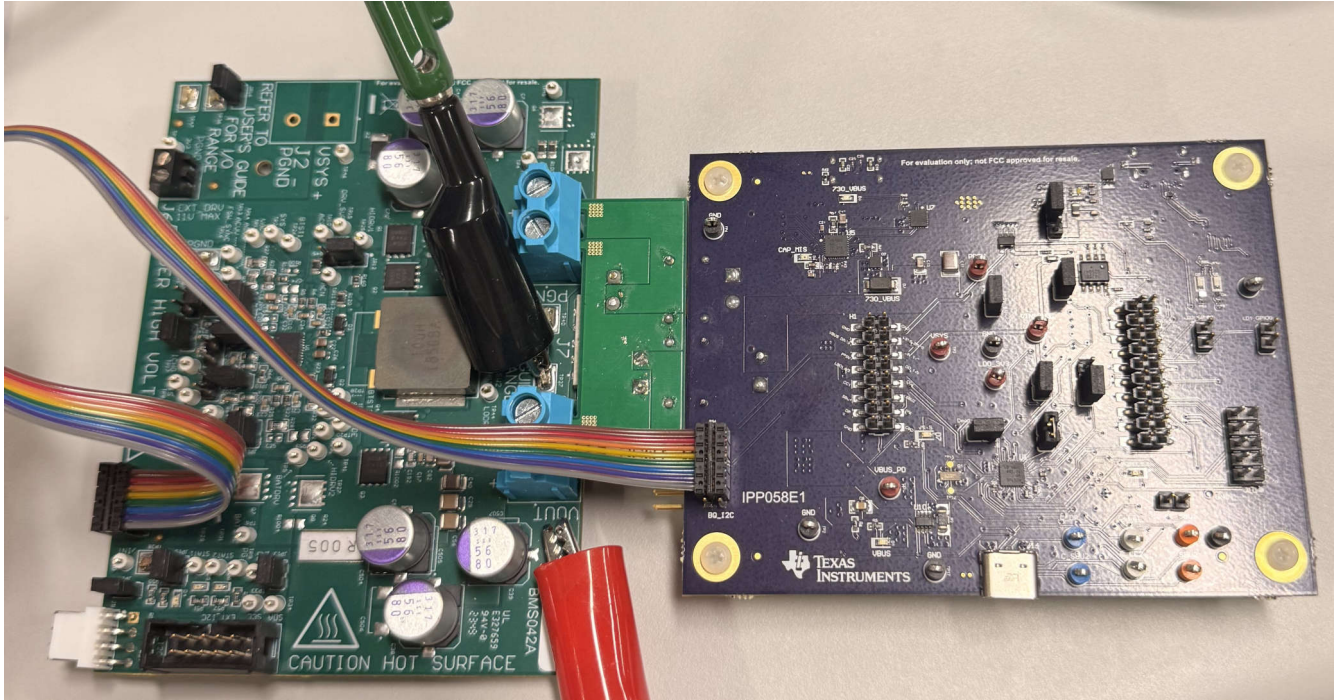

图 4-2. TPS25751AEVM 和 BQ25756(E)EVM 硬件设置
5. 将带状电缆连接到 TPS25751AEVM 上的接头 J12, 如图 4-2 所示。